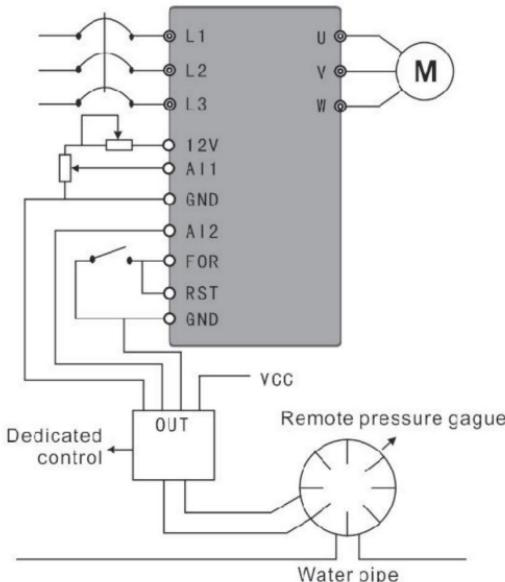

Abbildung F-6 Wasserversorgung mit konstantem Druck – Ferndruck
(2) Verwenden Sie ein Ferndruckmessgerät für 0–10 kg. Verwenden Sie bei Bedarf ein externes Terminal, um den Betrieb zu steuern und den Zielwert über ein Potentiometer zu stoppen und einzustellen. Siehe Abbildung F-6.